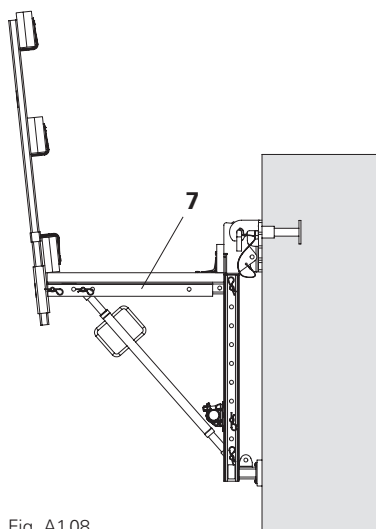

Fig. A1.08
Montante cassaforma VGK 70 (7) come corrente piattaforma (Fig. A1.08)